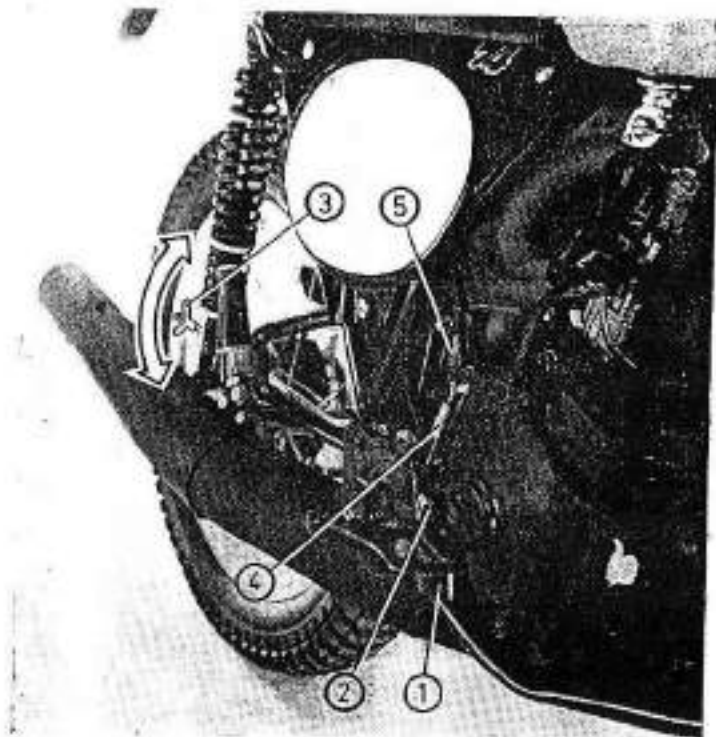

Fig. 22
1. **Uso del tensor.** Para ajustar el juego del pedal, usar el tensor (fig. 22). Si este tensor está ya al final de su recorrido proceder entonces como sigue:
1. **Utilisation du tenseur.** Pour régler la pédale utiliser le tenseur (fig. 22). Si ce tenseur est déjà en fin de course, procéder comme suit: